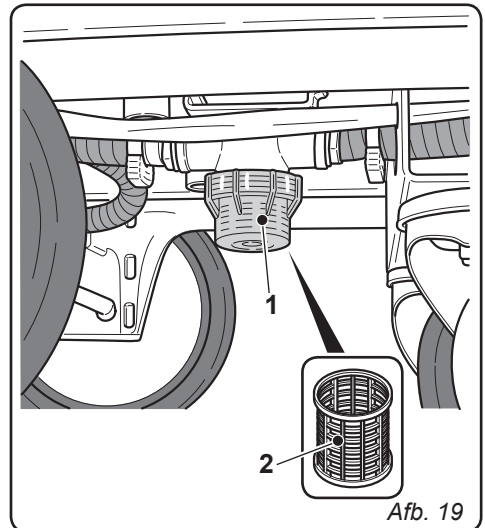

Afb. 18
**10.1.c - Reiniging trekker (Afb. 18)**